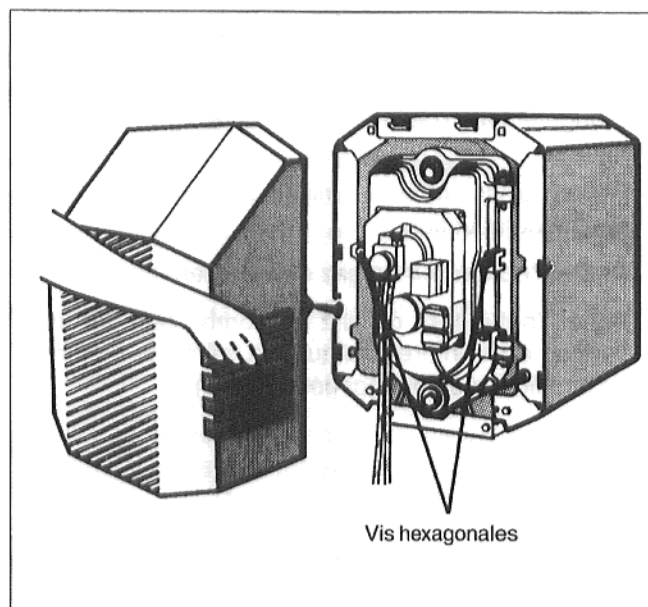

Fig. 30
- Dévisser les vis hexagonales (Fig. 30) à droite et à gauche de la porte du brûleur. Faire pivoter la porte du brûleur pour l'ouvrir.
- Fermer la porte du brûleur et serrer régulièrement les deux vis hexagonales (Fig. 30).